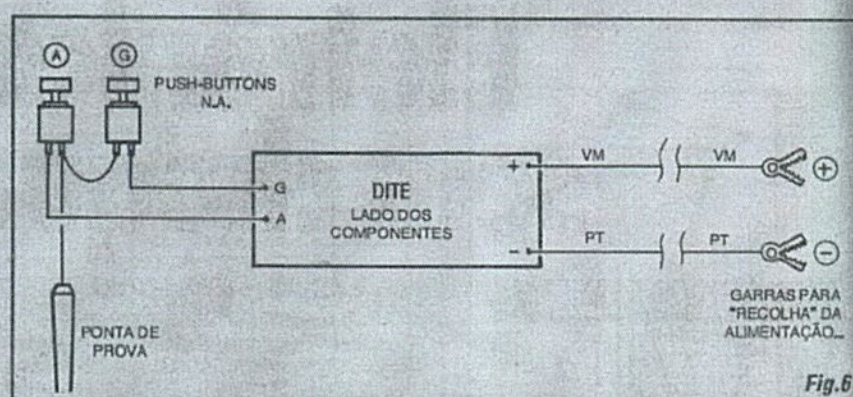

Fig. 6
- FIG. 6 - CONEXÕES EXTERNAS À PLACA - Ainda vista pela sua face não cobreada, a placa traz agora as suas ligações externas, totalmente detalhadas... Resumem-se às conexões de alimentação, polarizadas (sempre com o cabo *vermelho* no *positivo* e cabo *preto* no *negativo*...), aos pontos "+", "-", e as ligações dos pontos G e A, cada um a um terminal do respectivo *push-button*... Os terminais "sobrantes" dos dois interruptores de pressão devem ser eletricamente "juntados" e em seguida ligados ao "miolo" metálico da Ponta de Prova... A cabagem de alimen-